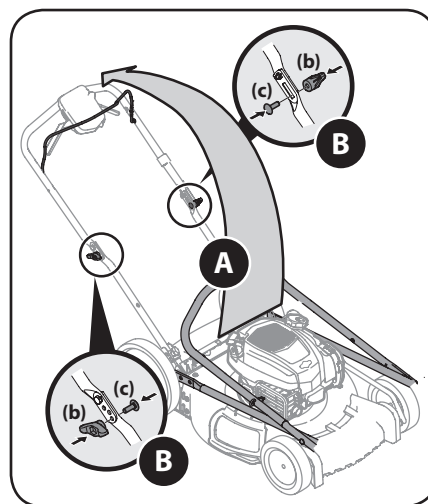

Figura 2-2
4. Levante suavemente y gire la manija superior hasta la posición de funcionamiento como se muestra en la Figura 2-2. Asegúrese de que la manija inferior esté asentada firmemente sobre las ménsulas para manija.
5. Vuelva a colocar las perillas de aleta (b) y los pernos de carro (c) retirados en el paso 2 en los orificios inferiores de la manija como se muestra en la Figura 2-2.